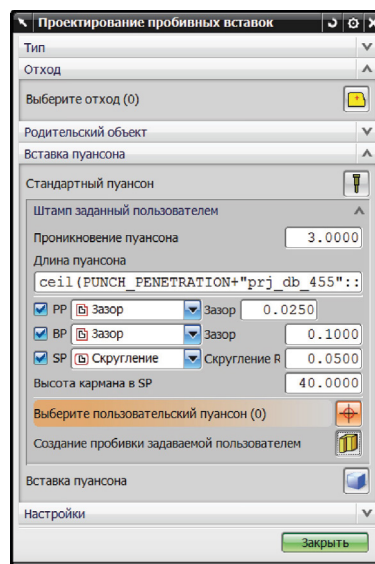

Рис. 8.16. Параметры пуансона, создаваемого пользователем
34. Настройте зазоры между пуансоном и плитами. Нажмите кнопки установки зазора между пуансоном и плитами **PP**, **BP** и **SP**, как показано на рис. 8.16. Задайте форму зазора для плиты **SP** *Скругление*. В строке **Высота кармана в SP** задайте значение 40 мм.